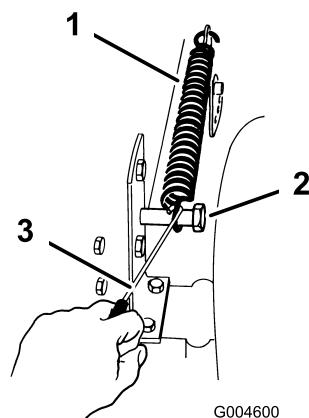

Figure 39
- Déroulez le boulon de fixation du ressort compensateur de hauteur de coupe (Figure 39), à l'aide du crochet fourni avec le tracteur.
19. Accrochez le ressort compensateur de hauteur de coupe (Figure 39) au boulon de fixation, à l'aide du crochet fourni avec le tracteur.